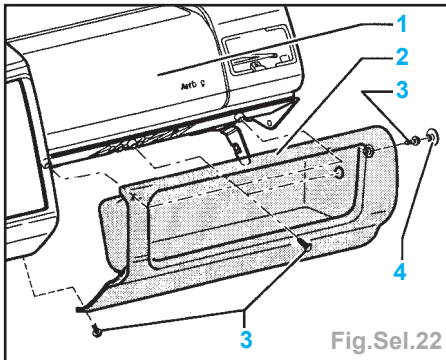

Fig.Sel.22
- Déposer le vide poche côté passager (Fig.Sel.22).